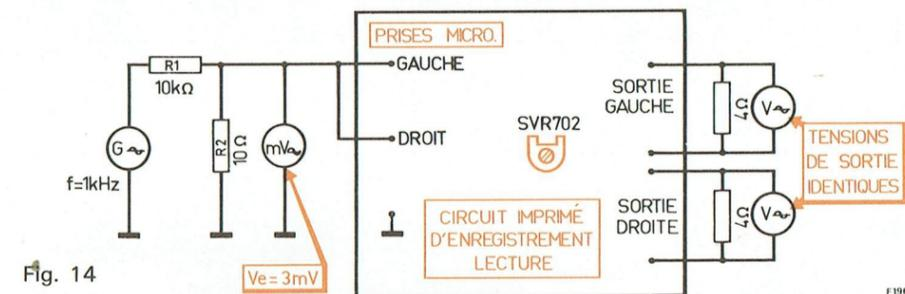

Fig. 14
E. ÉQUILIBRAGE DES SENSIBILITÉS VOIE GAUCHE ET VOIE DROITE EN ENREGISTREMENT/LECTURE (Fig. 14)